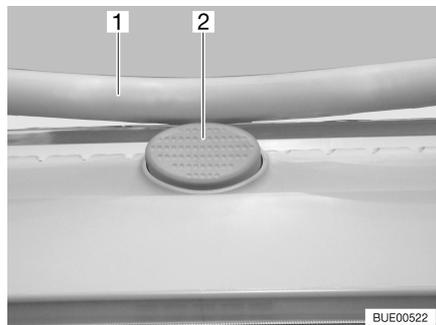

Fig. 20 Bottone di sicurezza sull'oblò inclinabile
- Premere il bottone di sicurezza (Fig. 20,2) e tirare verso il basso la staffa (Fig. 20,1) con entrambe le mani.
- Premere la staffa verso l'alto con ambedue le mani, finché la staffa non poggia al di sopra del bottone di sicurezza (Fig. 20,2).